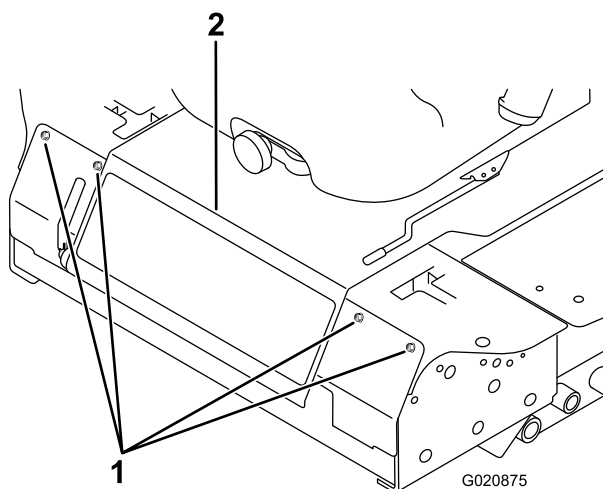

Figura 48
2. Retire os parafusos que fixam o painel dianteiro e retire o painel (Figura 48).